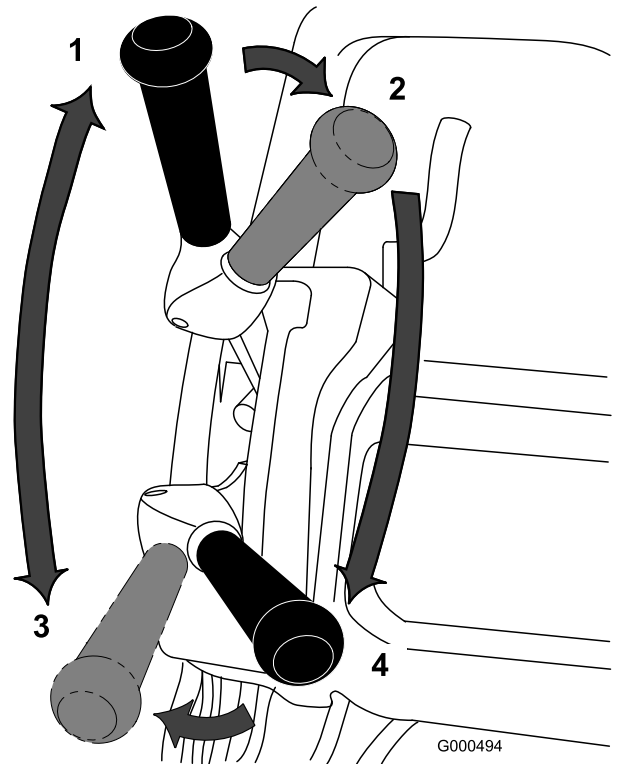

Figura 20
La palanca de engranado de la tracción y del molinete (Figura 20) está situada en el lado derecho delantero del panel de control.
Para transportar la máquina, la palanca tiene 2 posiciones: PUNTO MUERTO y HACIA ADELANTE. Si se mueve la palanca a la posición de tracción – HACIA ADELANTE (transporte) o de tracción – HACIA ADELANTE y transmisión de molinete – ENGRANAR, se engrana la transmisión de tracción (Figura 20).
– DESENGRANAR para desengranar tanto el molinete como la transmisión de tracción (Figura 20).